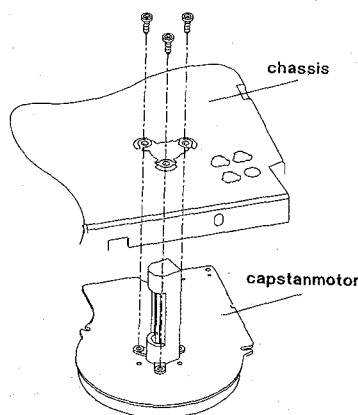

Fig. 7
- Remove the belt pos. 126.
- Remove the 3 screws (fig. 7).
- Die 3 Schrauben entfernen (Abb. 7).
- Enlever les 3 vis (fig. 7).